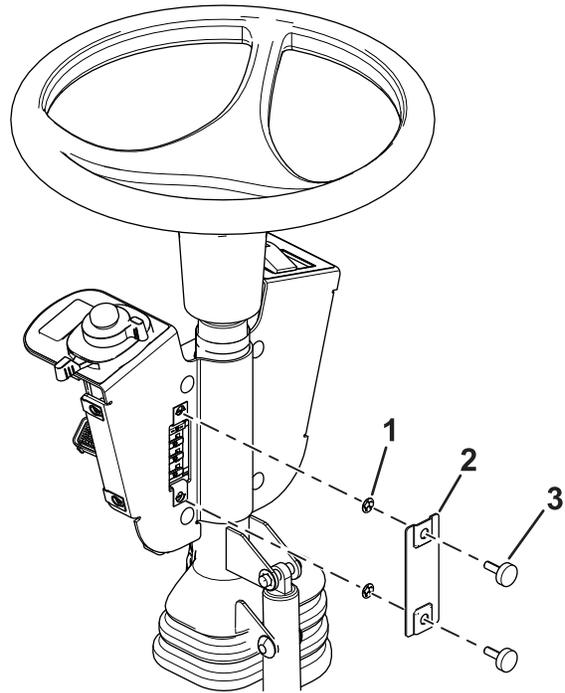

Figura 9
11. Instale la cubierta de los fusibles en el soporte de los interruptores con 2 tornillos moleteados y 2 tuercas rápidas (Figura 9).
Nota: Asegúrese de que las tuercas rápidas están instaladas dentro de la cubierta de los fusibles (Figura 9).